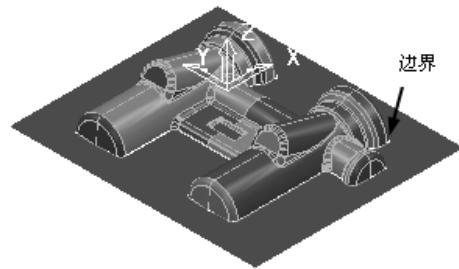

图 3-135 创建的边界 2
3) 在“查看”工具栏上单击“普通阴影”按钮 $\text{C}$ 和“毛坯”按钮 $\text{B}$ , 隐藏毛坯后边界结果如图 3-135 所示。